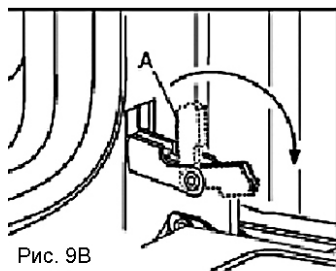

Рис. 9B
- 2-Откиньте защелки петли «А» наружу (Рис. 9B).